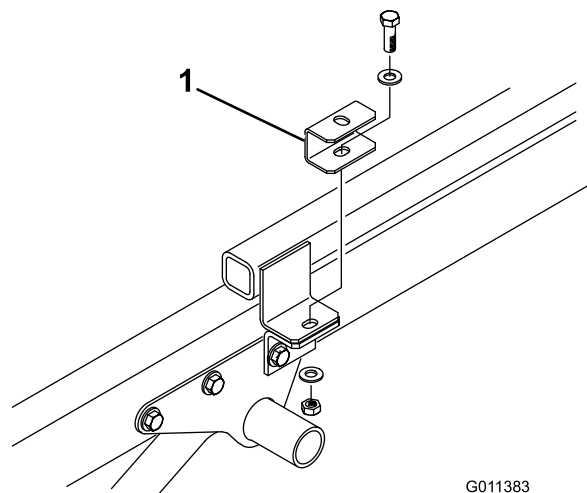

Figura 7
4. Fissate un distanziale di montaggio sopra ogni aletta del telaio di traino con la vite a testa cilindrica, le (2) rondelle piane e il dado di bloccaggio rimossi precedentemente (Figura 7).